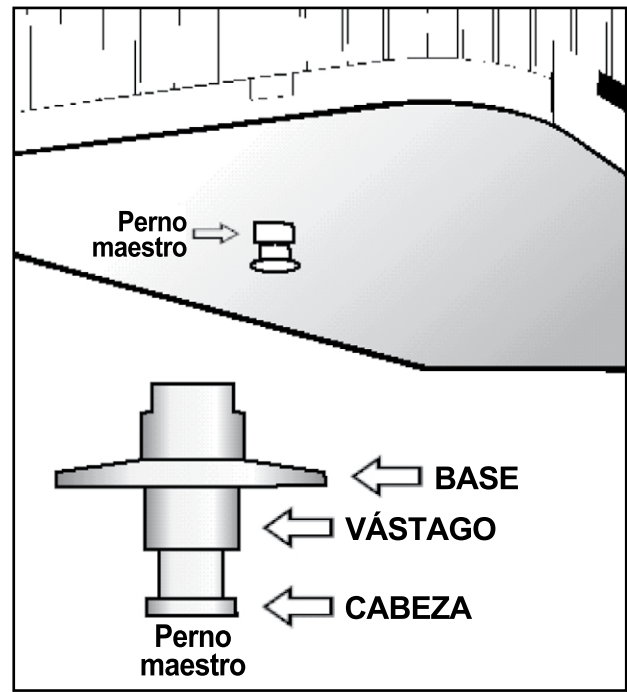

Figura 6.16
- Debe tener mandíbulas de cierre alrededor del vástago del perno y no en la cabeza del perno maestro. Vea la Figura 6.16.